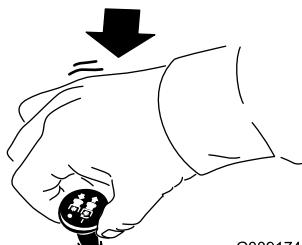

Figura 19
1. Desengate as lâminas através da deslocação do interruptor de controlo das lâminas na posição DESLIGAR (Figura 19).